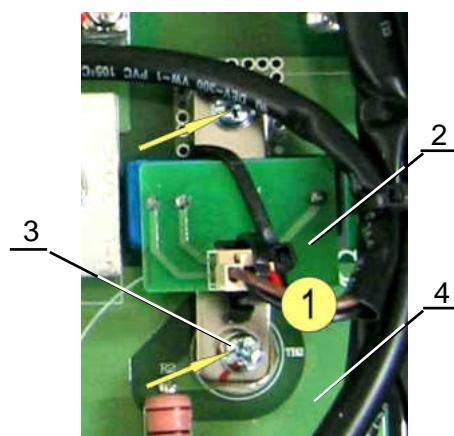

Рис. 7.18.
7.9.12. Взять плату датчика тока шины «+» с жгутом (табл.4.1, поз.15), установить плату над резьбовыми втулками. Вкрутить два винта 3 крепления платы датчика тока 2 к ёмкостной плате 4 (желтые стрелки на рис.7.18).